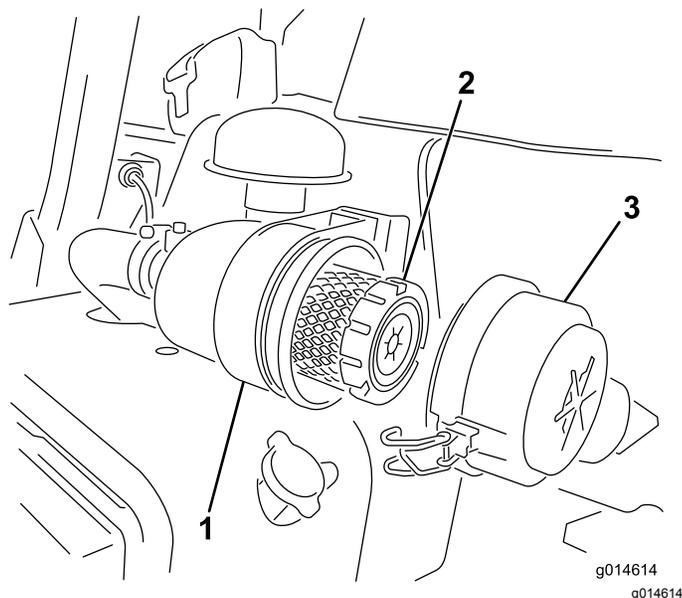

图27
1. 松开将空气滤清器盖固定到空气滤清器壳体上的搭扣图 27。
7. 固定搭扣 (图27)。